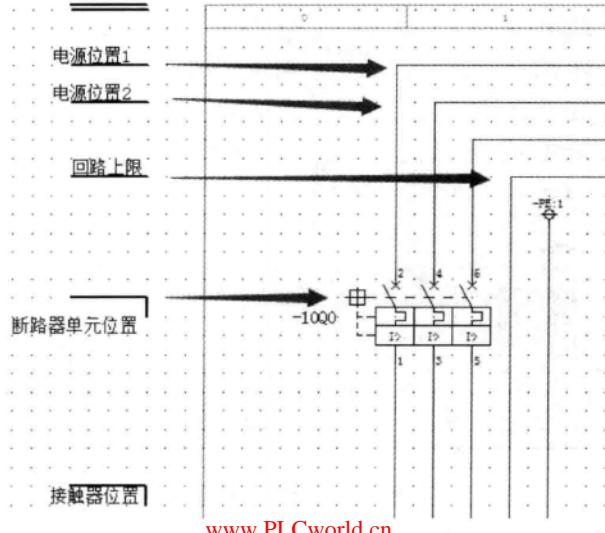

图 5-12 方便部件用的辅助标尺
- 可以在图纸外侧做绘制一个“自制标尺”，标记不同摆放符号的规定位置，可以方便工程师进行规范化绘图。如果公司编写标准化文档对符号的部件有所描述和要求则更好，最后可以把这个图形保存为“窗口宏”，以便于在其他页中使用，如图 5-12 所示。